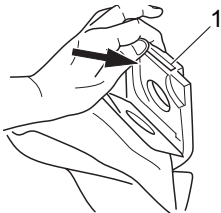

Abb. 19
4. Drücken Sie den Halte-Clip (Abb. 19/1) nach hinten, um den Staubbeutel zu entnehmen.